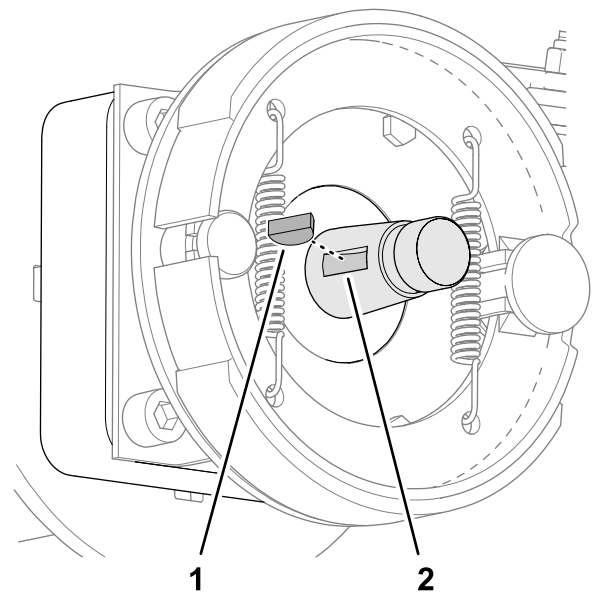

図 69
2. ホイールモータのシャフトに半月キーを取り付ける図69。